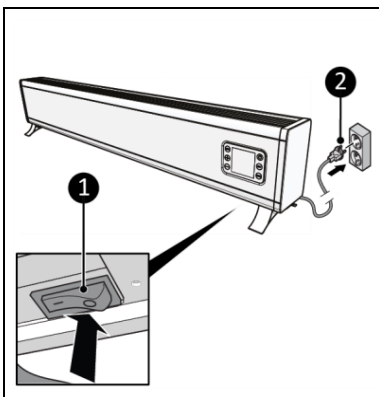

Figure 13
2. Assurez-vous que le commutateur ON/OFF est en position OFF (figure 13, pos. 1).
3. Insérez la fiche d'alimentation (figure 13, pos. 2) dans une prise murale reliée à la terre et facilement accessible. Utilisez une prise murale mise à la terre d'une puissance minimale de 1000-1500-200-2500 watts.